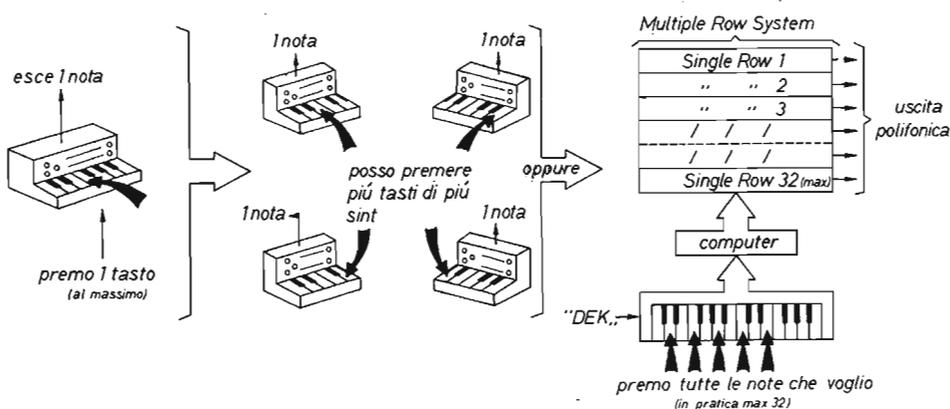

figura 3
g) Vedasi la figura 3 sottostante che (spero) vi chiarirà i discorsi di impostazione fin qui fatti.